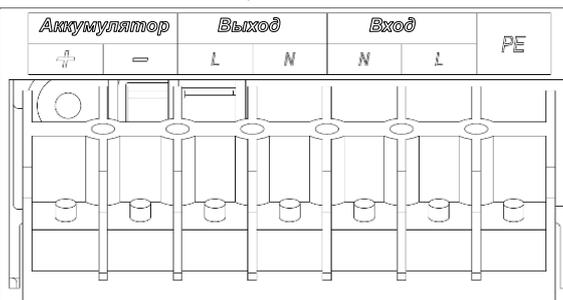

Рисунок 2-5: Монтажная схема клеммной колодки
- 2) Подсоединить входные и выходные кабели как на *рис. 2-5*.
- 3) Соединить кабели аккумуляторов с клеммой ИБП как на *рис. 2-5*.